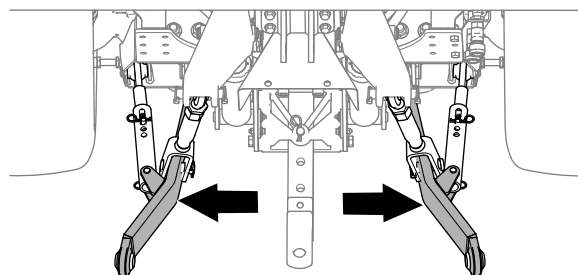

Bild 26
4. Schwenken Sie die Stützarme (Bild 26) ganz nach außen, siehe *Betriebsanleitung* der Zugmaschine.